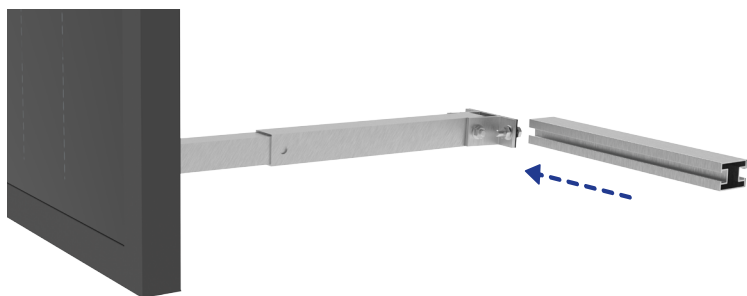

Fig. 5
7. Inserire la testa dei bulloni della piastra ad "U" della barra telescopica all'interno del binario del profilato metallico (↻Fig. 5).